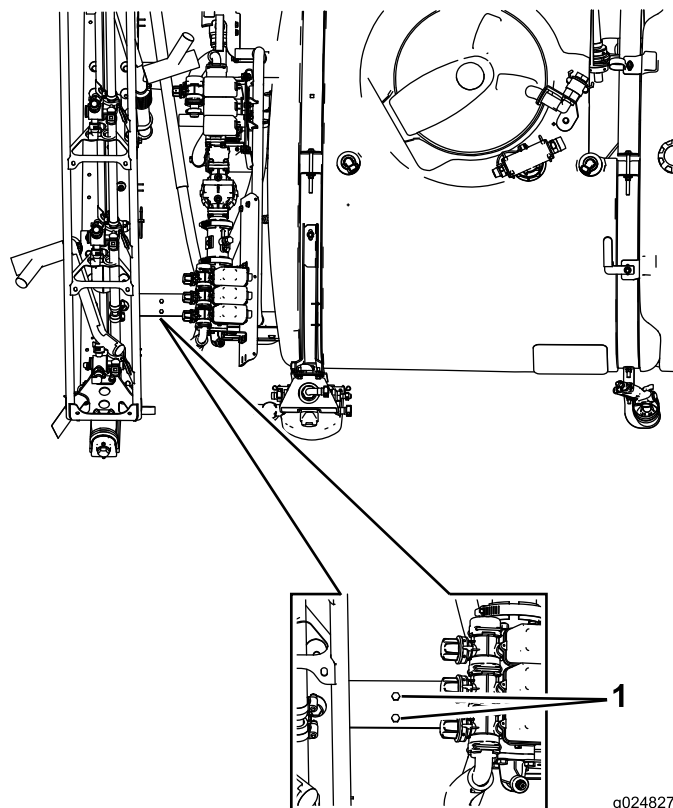

Bild 19
1. Bohren Sie mit einem Bohrer (1/4") zwei Löcher in den Rahmen (Bild 19).